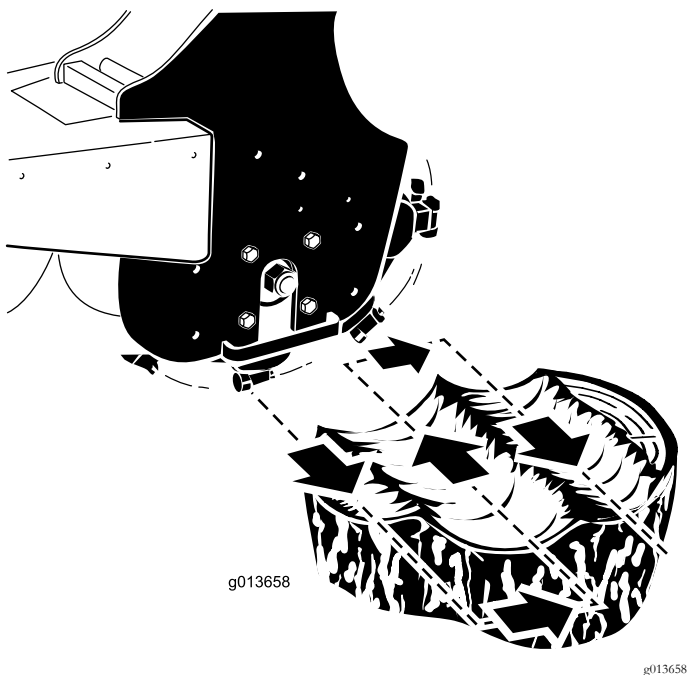

Figura 12
4. Coloque el desbastador en el lado izquierdo y detrás del tocón (Figura 12).
5. Mueva el desbastador hacia usted usando la palanca de inclinación del accesorio, desbastando con una profundidad de corte de 0,5 – 5 cm, dependiendo de la dureza de la madera (Figura 12).
6. Mueva el desbastador de nuevo a la posición inicial (Figura 12), bájelo 0,5 – 5 cm y repita los pasos 4 a 6 hasta que haya desbastado unos 5–10 cm.
8. Mueva el desbastador a la derecha (Figura 12).